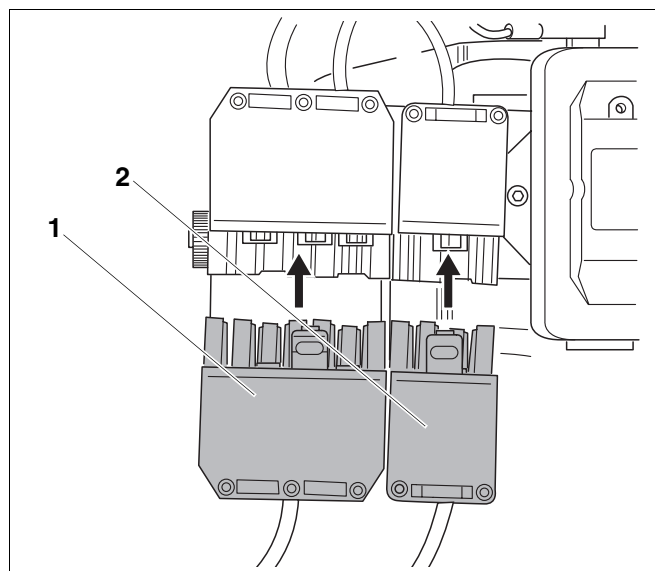

Abb. 13 Elektrischen Anschluss herstellen
- Steckverbindungen zwischen Regelgerät und Brenner herstellen (Abb. 13, **Pos. 1** und **2**).